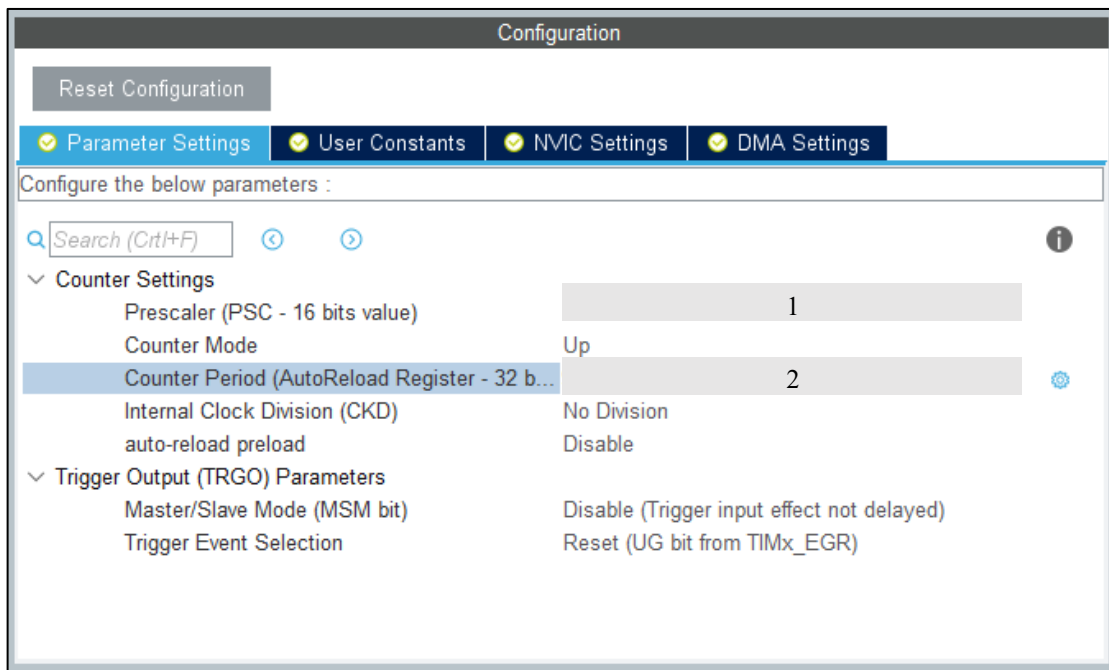

图 6 Cube 中关于定时器的配置
在某次嵌入式实验中，要求使用 STM32F407 的定时器 TIM2（总线频率 84MHz）实现 LED 灯以 1s 为周期的翻转控制，某位同学在 Cube 中的配置以及 Keil 中的代码段如图 6 和图 7 所示：
(2) (2 分) 根据实验要求, 采用 TIM2, 如图 6 所示 Cube 中参数 1 配置为_____, 参数 2 处配置为_____。